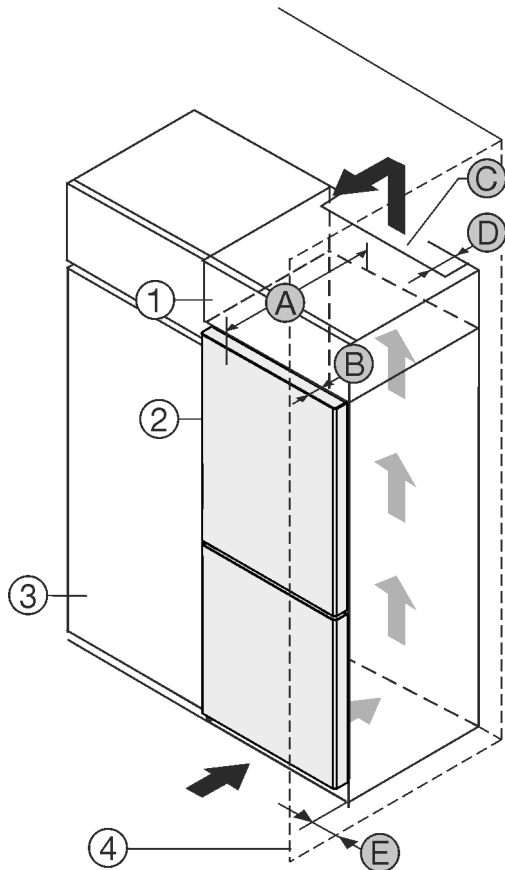

Fig. 1
Amplasați aparatul direct lângă dulapul de bucătărie Fig. 1 (3).*
În partea din spate a dulapului suspendat trebuie să existe o fantă de aerisire cu grosimea Fig. 1 (D) pe toată lățimea dulapului suspendat.
Sub tavanul încăperii trebuie să fie respectată secțiunea de ventilație Fig. 1 (C).
Atunci când aparatul este montat cu balamalele lângă un perete Fig. 1 (4), distanța dintre aparat și perete trebuie să fie de minim 40mm. Această valoare corespunde proeminenței mânerului cu ușa deschisă.
Pentru a putea deschide complet ușa, aparatul trebuie să fie proeminent cu cel puțin adâncimea ușii Fig. 1 (B) față de suprafața frontală a dulapului de bucătărie. În funcție de adâncimea dulapurilor de bucătărie Fig. 1 (3) și utilizarea distanțierelor de perete, aparatul poate ieși mai mult în afară.*
Pentru a putea deschide complet ușa, aparatul trebuie să fie proeminent cu cel puțin adâncimea ușii (B) față de suprafața frontală a dulapului de bucătărie. În funcție de adâncimea dulapurilor de bucătărie Fig. 1 (3) și utilizarea distanțierelor de perete, aparatul poate ieși mai mult în afară.*